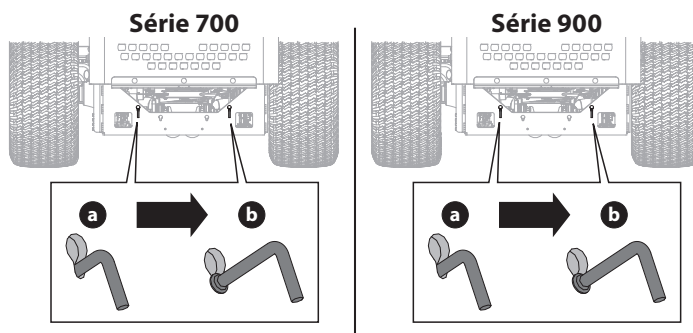

Figure 3
1. Pour engager les tiges de dérivation de la boîte de vitesses, tirez la tige (a) vers le haut dans l'ouverture la plus large de la fente de la clé, puis tirez vers l'arrière jusqu'à ce que le collier de la tige passe à travers le cadre (Figure 3).
2. Redescendez la tige dans la petite ouverture de la fente de la clé, en veillant à ce que le collier soit fixé à l'extérieur du cadre (b). Répétez de l'autre côté (Figure 3).